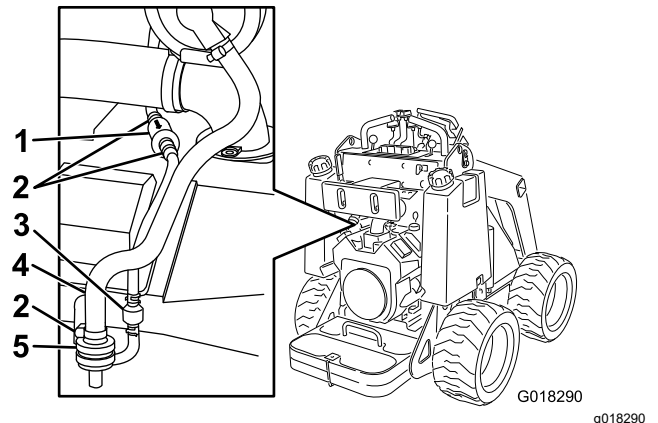

Figure 22
3. Desserrez le collier au dessus du filtre à air à charbon actif (Figure 22).
4. Déposez le filtre à air et mettez-le au rebut (Figure 22).
5. Installez un filtre neuf dans le flexible et fixez-le avec le collier (Figure 22).
3. Éloignez les colliers à ressort de flexibles situés de chaque côté du filtre à charbon actif du conduit de purge (Figure 22).
4. Déposez et mettez au rebut le filtre du conduit de purge (Figure 22).
5. Posez un filtre neuf dans le flexible en dirigeant la flèche vers le clapet antiretour et fixez-le en place avec les colliers (Figure 22).